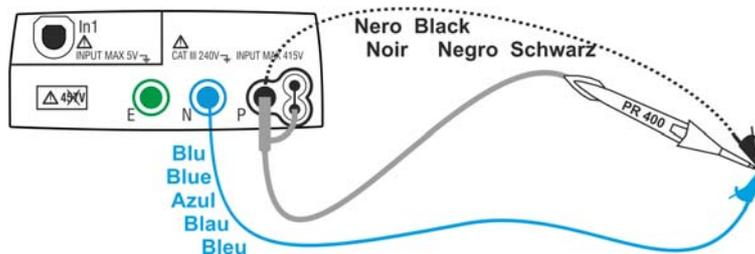

Fig. 7: Compensación de la resistencia de los cables por separado y de la punta remota
- Conecte los cocodrilos y/o las puntas y/o la punta remota entre ellos como en Fig. 7.